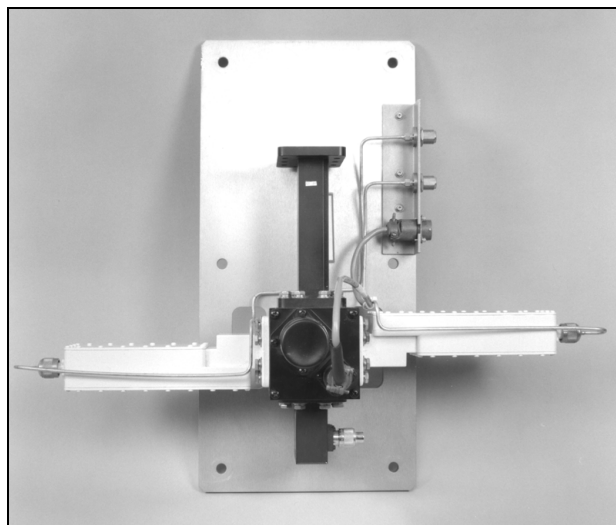

Figure 1-2. Redundant LNA Plate
| Figure 1-2. Redundant LNA Plate | 1-2 |
- Redundant LNA plate (Figure 1-2)